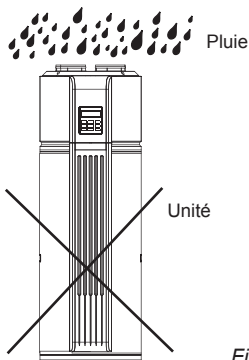

Fig. 3-6
- Le contact de l'eau de pluie avec les composants internes de l'unité principale peut engendrer des dommages matériels de l'appareil ou des blessures physiques. (Fig. 3-6)